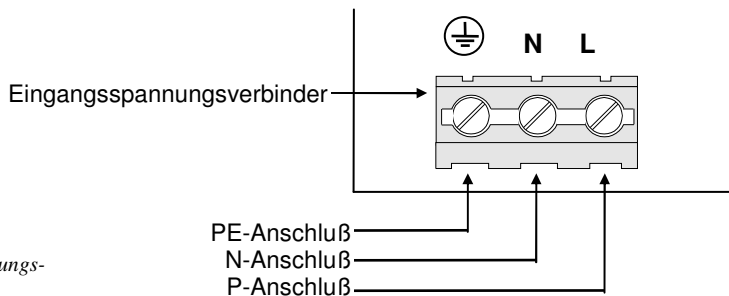

Abbildung 4.
- ❑ Schließen Sie das PE-Netzkabel (gelb/grün) an den Netzspannungsanschluß der Platine an; siehe Abbildung 4.